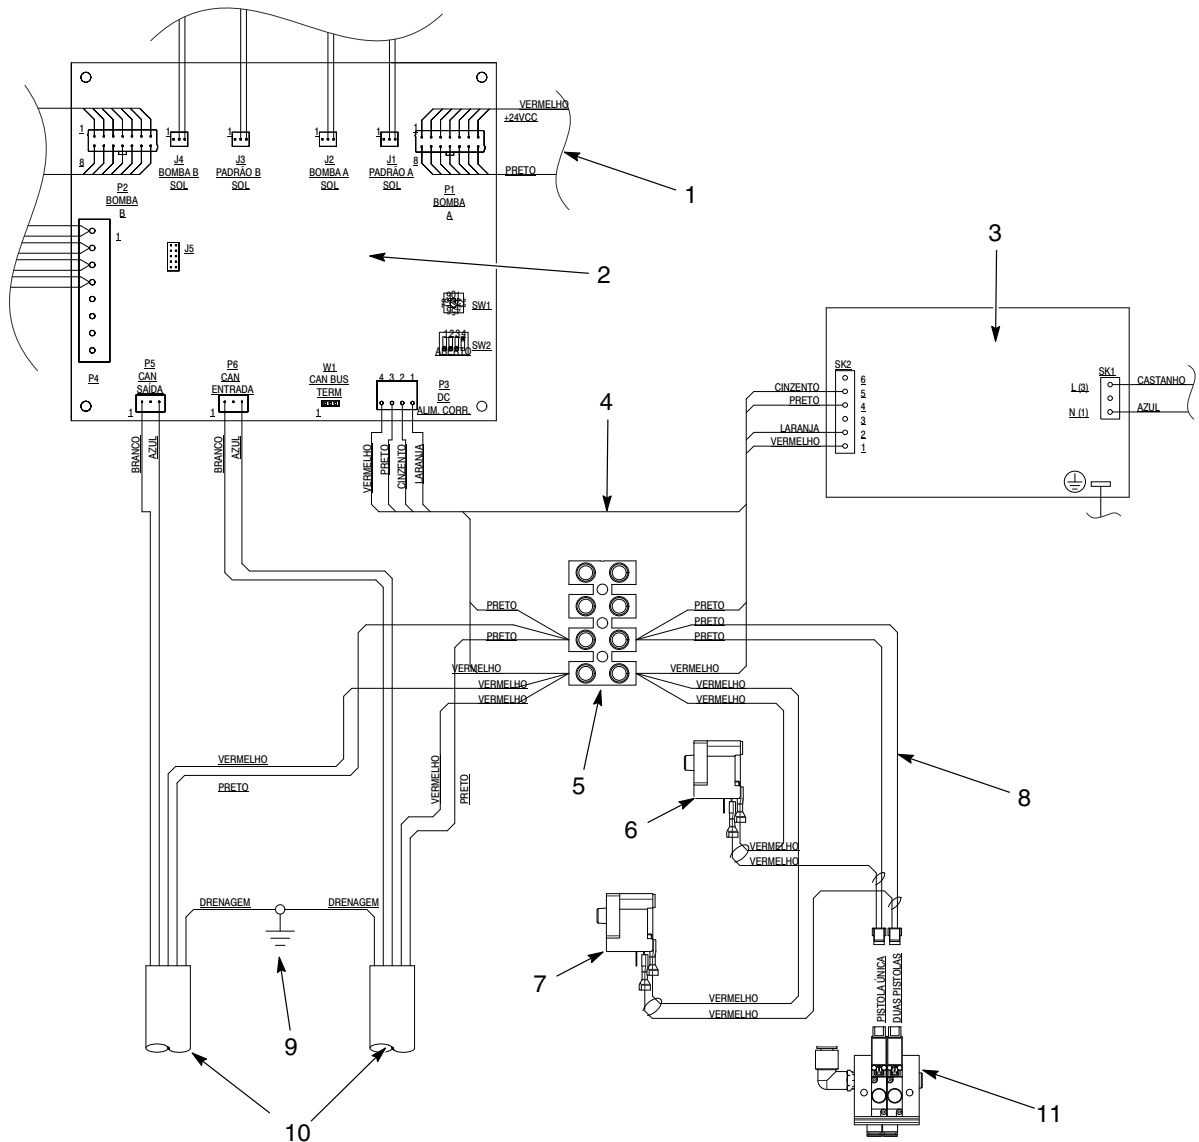

Figura 3 Esquema eléctrico (está ilustrado um sistema de duas pistolas)
Consulte a ilustração das ligações eléctricas na figura 3.
3. Instale cabo(s) novo(s) como se descreve na figura 3, item 10.
Consulte a ilustração das ligações eléctricas na figura 3, item 8.
1. Ligue a cablagem (8) ao bloco de terminais (5) e ao pressóstato (6).
2. Para um sistema de duas bombas, ligue a cablagem ao segundo pressóstato (7).